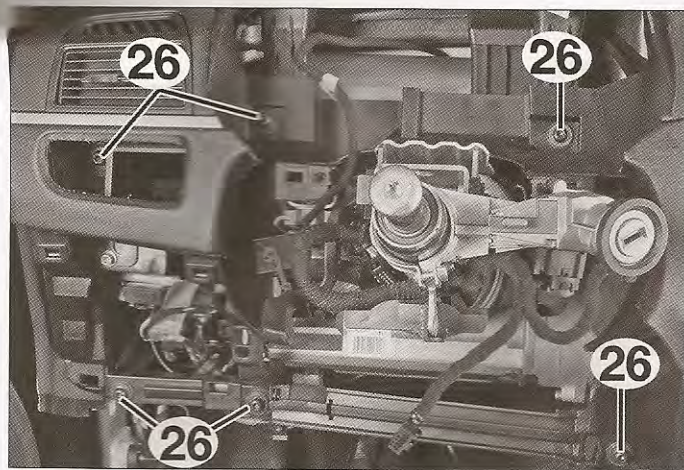

FIG. 33
- Desmontar los tornillos de fijación (26) del salpicadero lado conductor (fig. 33).